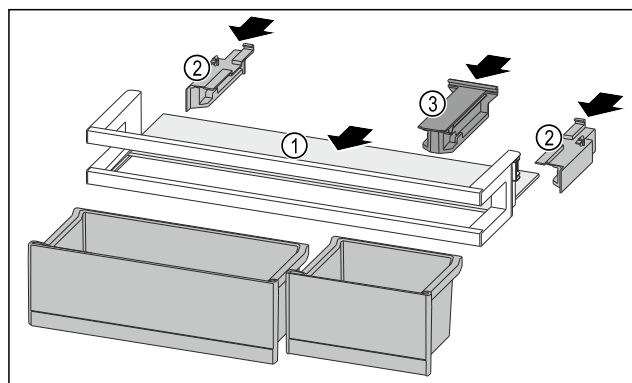

Fig. 263
- ▶ Всуньте полицю Fig. 263 (1) в бокові пази.
- ▶ Вставте бічні елементи Fig. 263 (2).
- ▶ Вставте кріпильний елемент Fig. 263 (3).